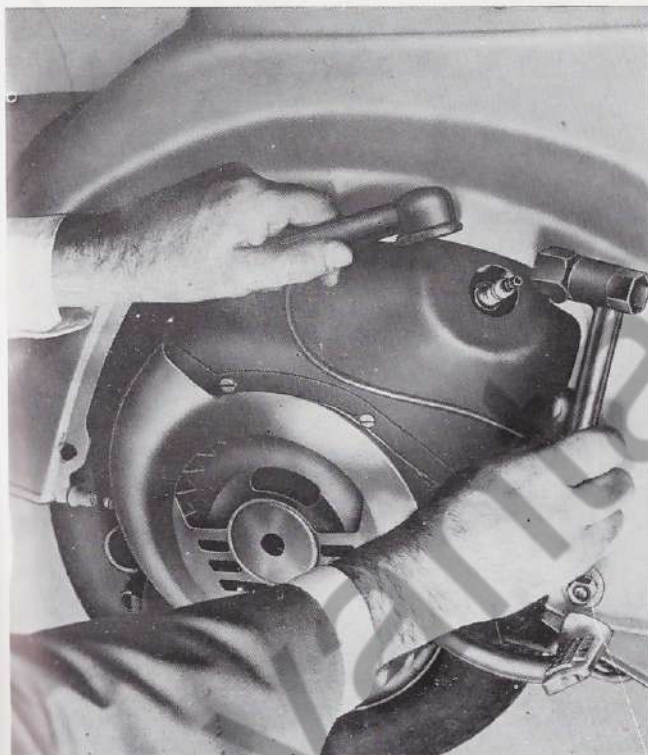

Fig. 9 - Smontaggio della candela
- Chiudere il rubinetto miscela, togliere la candela (fig. 9) e pulirla, far compiere al motore alcuni giri azionando il pedale della messa in moto. Riavvitare quindi a mano la candela e bloccarla con la chiave a tubo; riaprire il rubinetto miscela ed agire sul pedale della messa in moto.